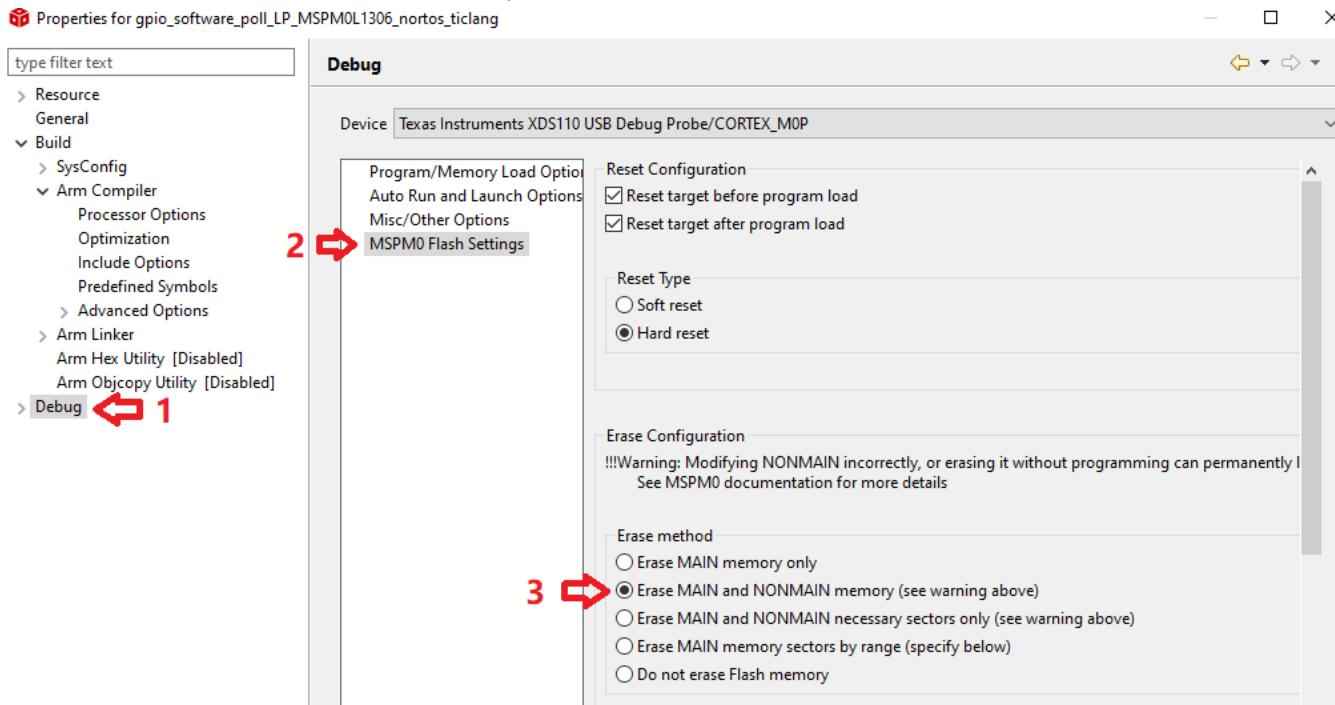

图 3-4. 启用 NON-MAIN 闪存擦除
3. 在 Code Composer Studio™ (CCS)、IAR 或 Keil 中构建工程，然后将代码下载到闪存中。下载映像的重要操作是启用 NON-MAIN 闪存擦除。例如，在 CCS 中按图 3-4 所示将此启用。